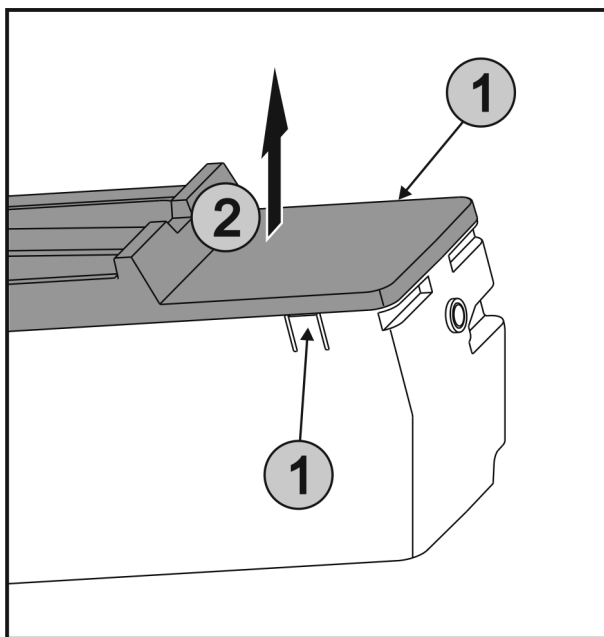

Fig. 39
- ▶ Одновременно нажать на накладки Fig. 39 (1) на обеих сторонах EasyTwist-Ice и снять крышку Fig. 39 (2) движением вверх.